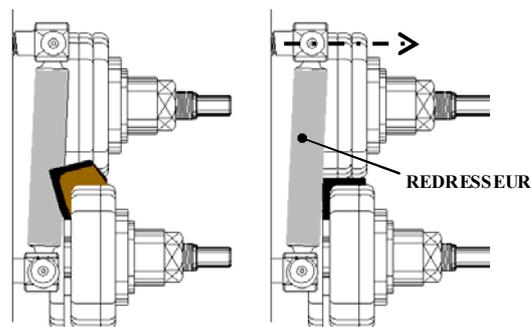

Figure 1
Pour **éviter** que le profilé ne se déforme sans le vouloir, comme indiqué sur la figure 1, manœuvrer les REDRESSEURS LATÉRAUX (voir figure 2) de façon appropriée.
4. le profilé commence à se déformer après quelques passages (voir fig.1).